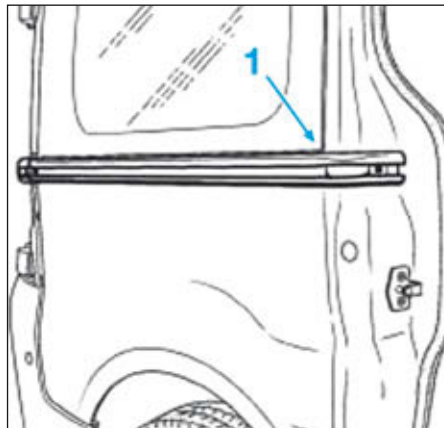

FIG.3
- le rail de porte latérale coulissante (1) (Fig.3).